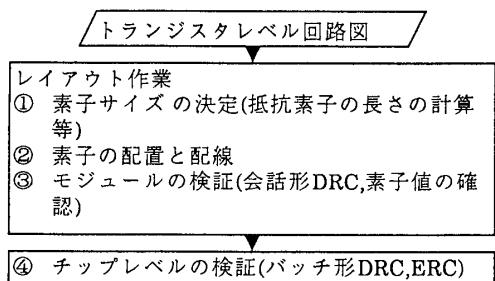

図1 マニュアルレイアウト作業の流れ
人手によるレイアウト作業の流れ(図1)は、トランジスタレベルの回路図にしたがって、まず①素子サイズの決定(トランジスタサイズ、抵抗素子の長さや幅、容量素子の面積の計算)と②素子の配置と配線を行い、さらに③モジュールの検証(会話形DRC,素子値の確認)を行い、最後に④チップレベルの検証(バッチ形DRC,ERC)を行う。本システム